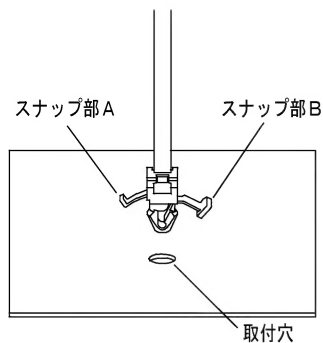

図 1
2. スナップ部A、Bをつまんで取付け取外しを行ってください。(図1参照)